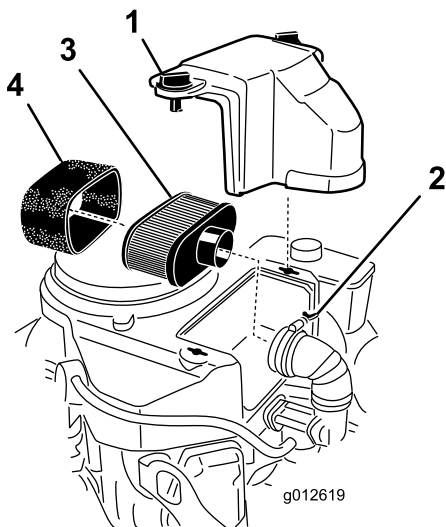

Figura 28
3. Pulite l'area intorno al filtro dell'aria per evitare che la morchia possa penetrare nel motore provocando gravi danni (Figura 28).
4. Allentate le manopole del coperchio e rimuovete il coperchio del filtro dell'aria (Figura 28).
5. Allentate la fascetta stringitubo e rimuovete il gruppo del filtro dell'aria (Figura 28).
6. Togliete con cautela l'elemento in schiuma sintetica dall'elemento di carta (Figura 28).
1. Pulite l'elemento di carta picchiettandolo delicatamente per rimuovere la polvere. Se risulta molto sporco, sostituite l'elemento di carta (Figura 28).
1. Fate scorrere con attenzione l'elemento in schiuma sull'elemento di carta (Figura 28).
2. Posizionate il gruppo del filtro dell'aria sulla relativa base o flessibile e fissatelo (Figura 28).
3. Posizionate il coperchio del filtro dell'aria in posizione e serrate le manopole del coperchio (Figura 28).